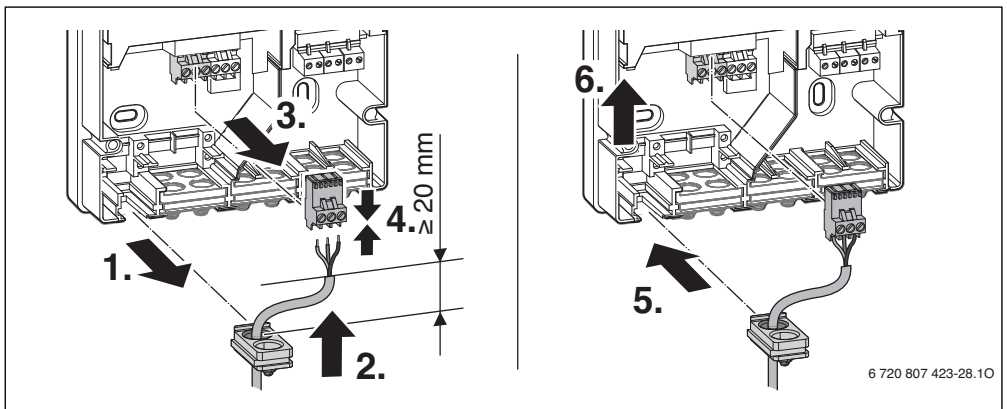

Fig. 9
- ▶ Condurre i cavi attraverso le guaine, collegare in base agli schemi elettrici di collegamento ed assicurare con i pressacavi contenuti nel volume di fornitura. (→ fig. 9, pag. 19).